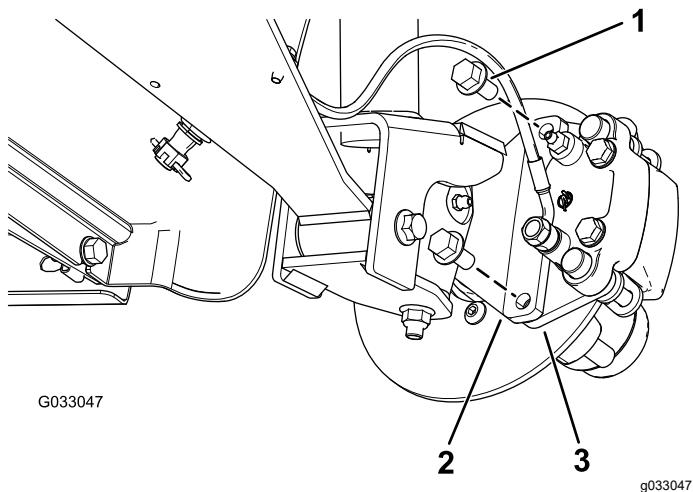
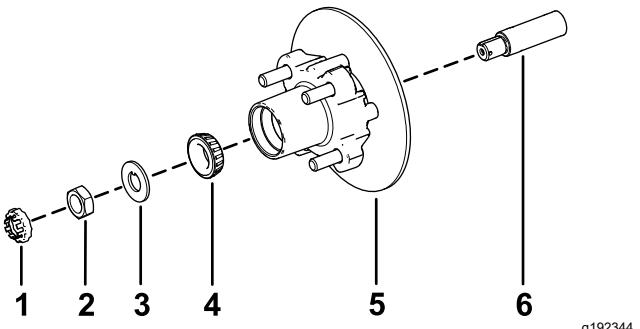

Figure 30
Figure 34
| 3. Retirez les boulons à embase (3/8 x 3/4 po) qui fixent le support du frein à la fusée et séparez le frein de la fusée (Figure 30). | |
1. Appliquez une fine couche de la graisse spécifiée sur la fusée (Figure 34).
2. Montez le moyeu et le disque sur la fusée, en plaçant le disque à l'intérieur (Figure 34).
3. Montez le roulement extérieur sur la fusée et poussez-le contre la bague extérieure (Figure 34).
4. Placez la rondelle à languette sur la fusée (Figure 34).
5. Vissez l'écrou de fusée sur la fusée et serrez-le à 15 N·m (11 pi-lb) tout en tournant le moyeu pour asseoir le roulement (Figure 34).
2. Placez les plaquettes de frein de chaque côté du disque (Figure 30), puis alignez les trous du support d'étrier et les trous du support de frein sur le porte-fusée (Figure 34).
3. Fixez le support d'étrier au porte-fusée (Figure 30) à l'aide des 2 boulons à embase ($\frac{3}{8}$ x $\frac{3}{4}$ po). Serrez les 2 boulons à embase à un couple de 47 à 54 N·m (35 à 40 pi-lb).